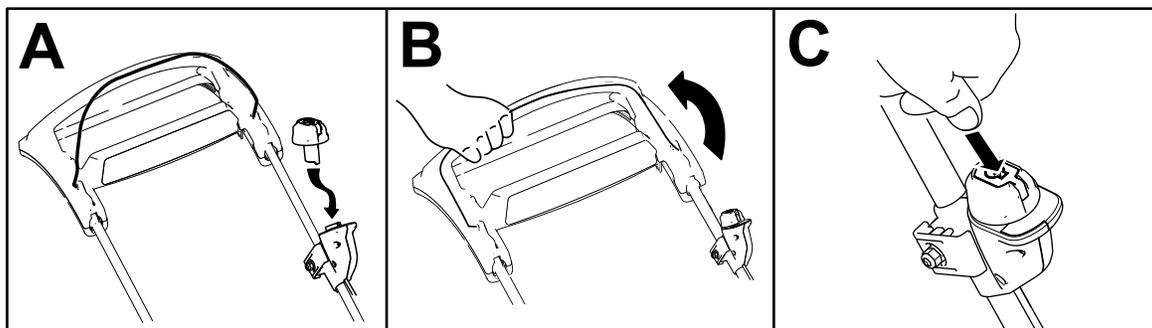

Figura 13
2. Inserite il pulsante di avviamento elettrico nell'interruttore dell'avviatore elettrico (A della Figura 13).
3. Premete la barra di comando della lama e tenetela ferma sulla stegola (B della Figura 13).
4. Premete il pulsante di avviamento elettrico e tenetelo premuto fino a quando il motore non si avvia (C della Figura 13).